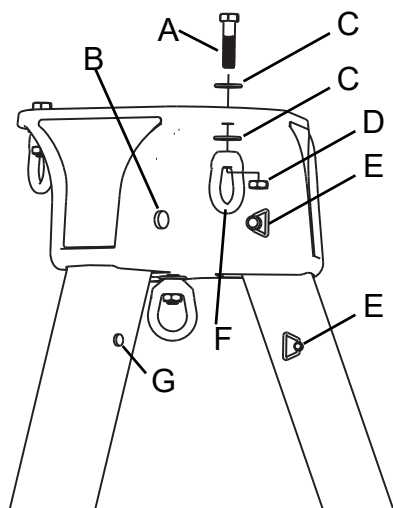

Fig. 10 Points d'inspection
- (1) Inspecter les étiquettes du trépied MSA Tripod pour vérifier qu'elles sont présentes et lisibles. Vérifier la grille d'inspection systématique afin de s'assurer qu'une inspection systématique a été réalisée au cours des six derniers mois. Si la grille n'indique pas qu'une inspection systématique a été réalisée au cours des six derniers mois (en étant poinçonné), ou si l'une ou l'autre des étiquettes est manquante ou illisible, mettre le trépied MSA Tripod hors service et indiquer qu'il est « INUTILISABLE » jusqu'à ce qu'une personne qualifiée réalise une inspection systématique.
- (2) Inspecter l'assemblage de la tête à la recherche de corrosion, de fissures, de déformation, d'éléments altérés ou manquants, de brûlures et d'exposition aux produits chimiques ou à la chaleur. Consulter la Fig. 10 .
- (3) Inspecter toutes les parties métalliques (la tête, les pattes, les goupilles des pattes, les goupilles de fixation, les pieds) à la recherche de déformation, de cassures, de fissures, de corrosion, de piqûres profondes, d'ébréchures, de bords coupants, de lacérations, d'entailles profondes, de pièces lâches ou manquantes, de mauvais fonctionnement et d'évidence d'exposition à la chaleur ou aux produits chimiques.
- (4) Inspecter toutes les parties non métalliques (les coussinets antidérapants des pieds, les étiquettes et la sangle de support des pattes) à la recherche de lacérations, de bris, d'usure excessive et de pièces lâches ou manquantes. (Les étiquettes doivent aussi être vérifiées conformément à l'étape 1 ci-dessus.) Examiner l'ensemble pour repérer les signes de brûlures, de chaleur excessive et d'exposition aux produits chimiques.
- (5) Vérifier le fonctionnement des pattes du trépied MSA Tripod. Les pattes devraient se déplacer facilement dans leur logement et se tenir fermement lorsqu'elles sont en position entièrement ouverte. La partie inférieure des pattes devrait glisser facilement à l'intérieur de la partie supérieure des pattes sur toute leur longueur. Les pieds du trépied MSA Tripod devraient pivoter facilement et demeurer à plat sur le sol lorsque le trépied MSA Tripod est debout.
- (6) Inspecter chaque composant et sous-système du système au complet selon les directives pertinentes du fabricant.
- (7) Rechercher tout signe de dommage, d'entretien inadéquat de l'équipement, d'altération, d'usure excessive et toute condition susceptible de remettre en question la capacité de l'équipement à servir à son usage prévu.